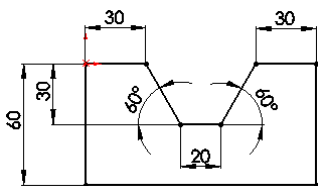

图 3-94 绘制的草图
**02** 绘制草图。在菜单栏中选择“工具”→“草图绘制实体”→“直线”命令，或者单击“草图”工具栏中的“直线”图标按钮，绘制如图 3-94 所示的图形并标注尺寸。